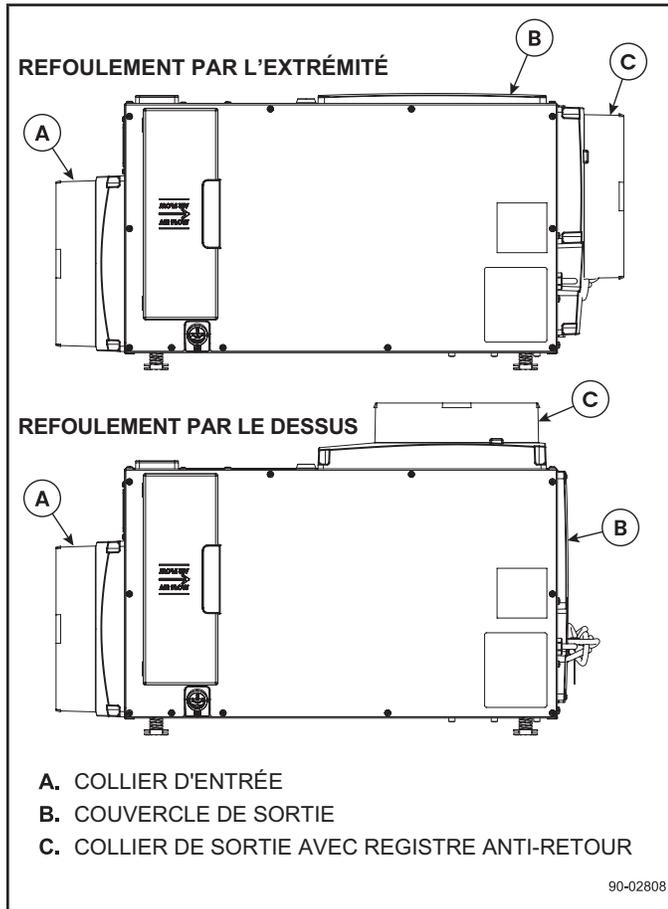

Figure 4. Installations utilisant des conduits
- Le collier de sortie peut être fixé au sommet ou à l'extrémité de l'appareil. Installez le couvercle de sortie à l'endroit non utilisé (voir **Figure 4**).